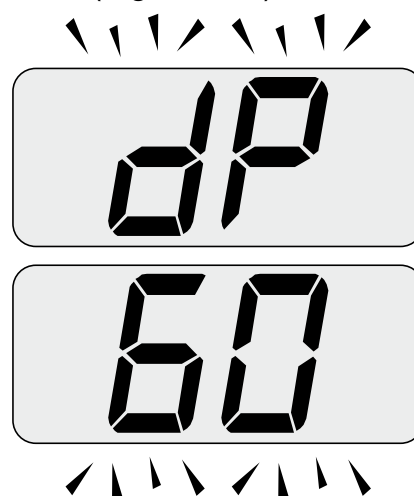

Figura 7.6
- Premere 2 volte il tasto 18 fino a far apparire sul display LCD le lettere **DP** che si alternano con il valore di temperatura dell'acqua di riscaldamento (es. **60**), indicanti l'entrata nell'attivazione della "funzione spazzacamino" alla potenza massima in sanitario (Figura 7.6).